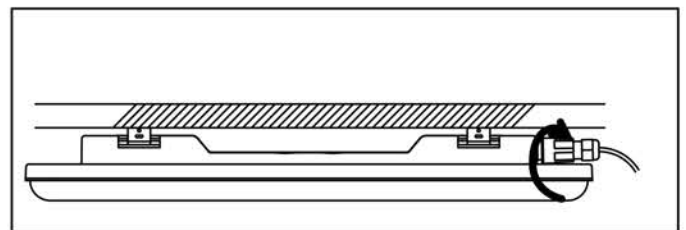

Рис. 4
5.12 Соедините быстросъемный разъем и надежно закрутите его, чтобы добиться герметичности (рис. 4).